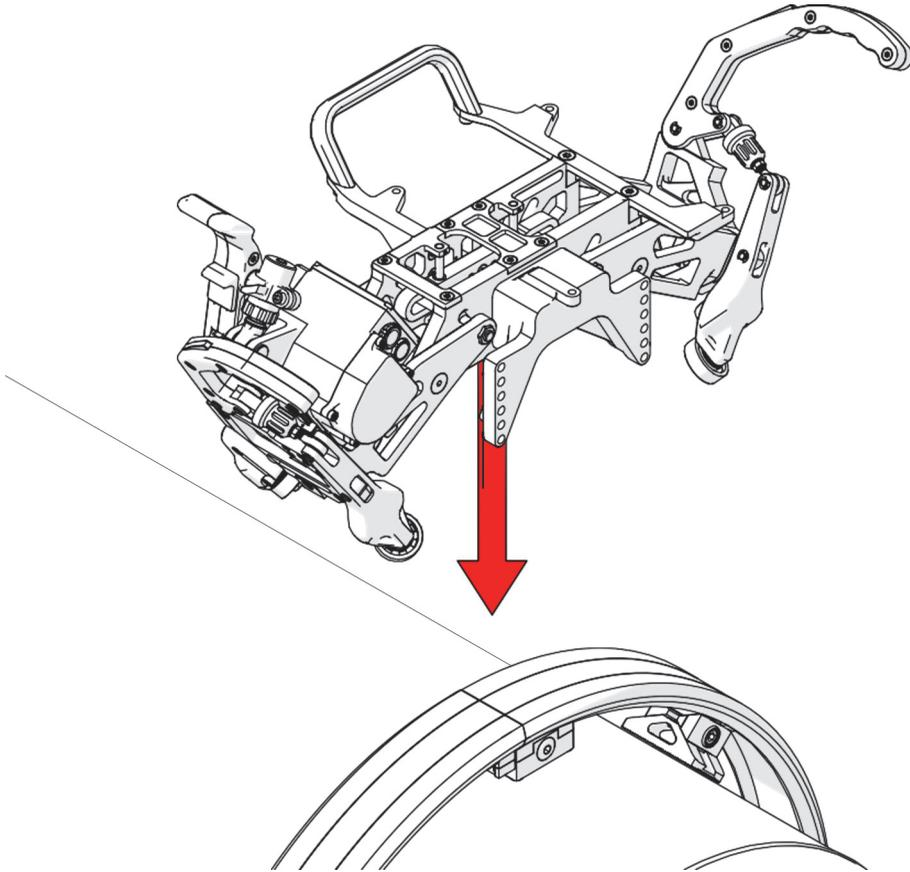

图1-33 将电机托架安装到环形带上
3. 将电机托架降低到环形带上（参见第49页的图1-33）。